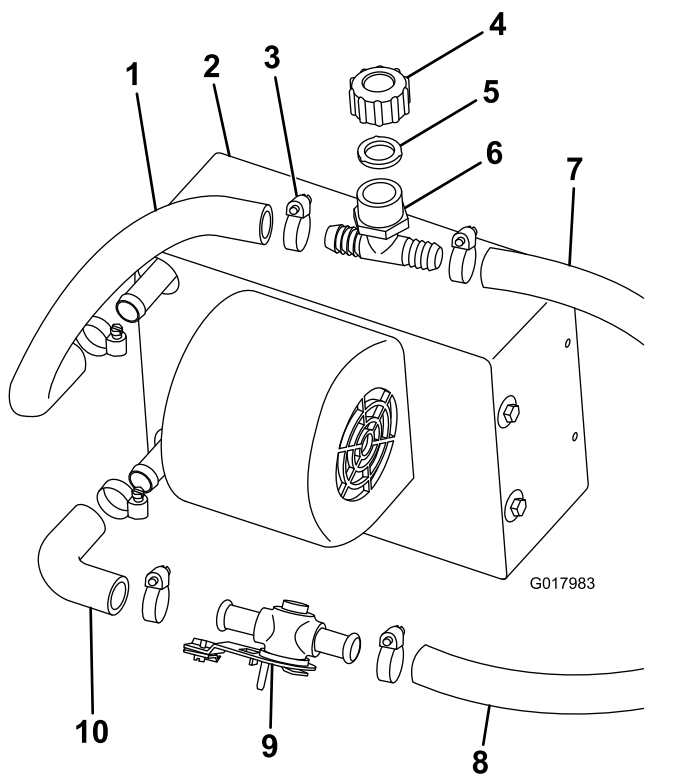

Рисунок 19
1. Подсоедините коленчатый шланг к нижнему штуцеру обогревателя в сборе с помощью шлангового хомута (**Рисунок 19**).
2. Подсоедините клапан обогревателя к коленчатому шлангу с помощью шлангового хомута (Рисунок 19).
3. Отрежьте от шланга (диаметром 5/8 дюйма) кусок длиной 36 см и присоедините этот отрезок к верхнему штуцеру узла обогревателя с помощью шлангового хомута (Рисунок 19).
4. Подсоедините белый заливной тройник, прокладку и крышку к верхнему шлангу обогревателя с помощью шлангового хомута (Рисунок 19).